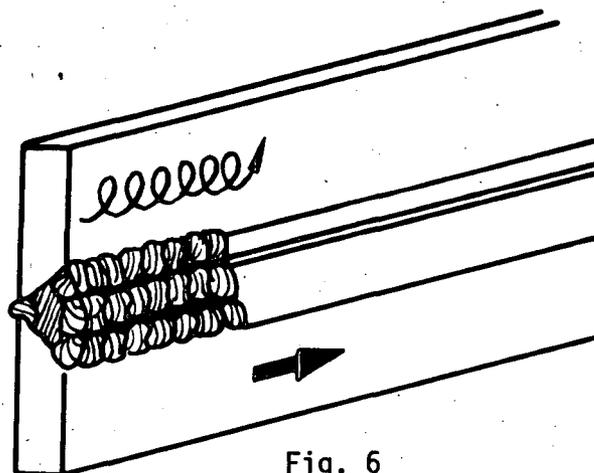

Fig. 6
- 3) Ao efetuar os cordões restantes, movimente o elétrodo em forma circular (fig. 6).